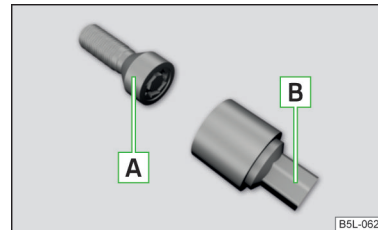

Fig. 159
Șuruburile de roată antifurt protejează roțile față de un furt. Aceste șuruburi pot fi slăbite, respectiv strânse cu ajutorul adaptorului **B** » fig. 159.
- Introduceți adaptorul **B** » fig. 159 cu partea dințată în coroana interioară dințată a șurubului de roată antifurt **A**.